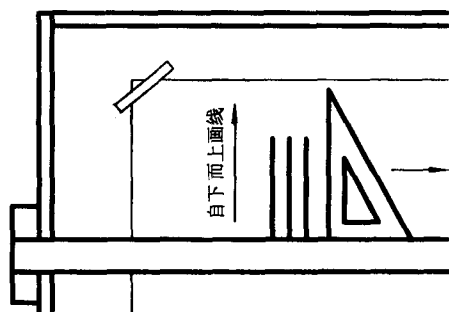

图 1-3 三角板与丁字尺配合画垂直线
(1) 与丁字尺配合画垂直线。画线时，三角板放在要画图线的右边，左手按住丁字尺和三角板，右手持铅笔，自下而上画铅垂线，如图 1-3 所示。